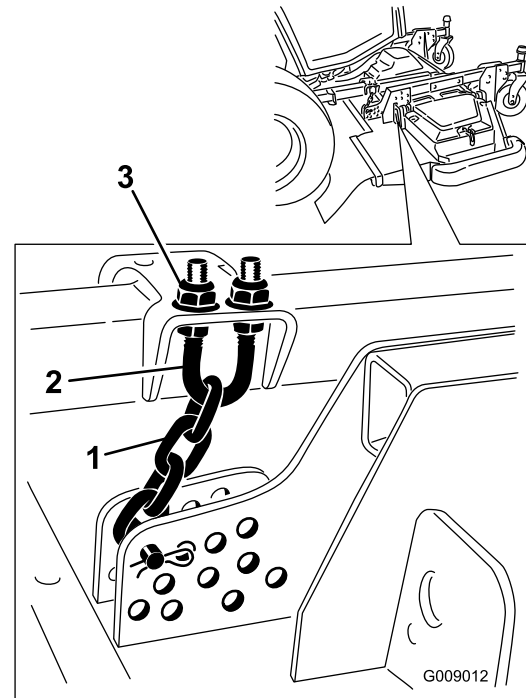

Figure 137
5. Desserrez les écrous de blocage en haut ou en bas de l'étrier fileté de la chaîne de hauteur de coupe (Figure 137).